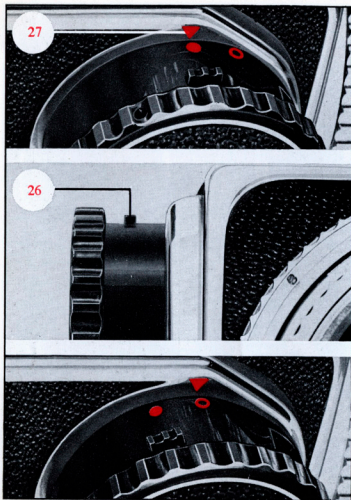

Fig. 19
Le bouton amovible peut être remplacé par un bouton a posemètre ou par une manivelle. Lorsque le bouton est monté sur l'appareil, le point de repère rouge (Fig. 19, en haut) doit coïncider avec le triangle-repère (27). Pour déposer le bouton, repousser le verrou (26) en direction s'éloignant du boîtier tout en tournant le bouton en sens inverse d'horloge. Pour remonter le bouton, le placer de sorte que le cercle-repère rouge coïncide avec le triangle-repère (Fig. 19, en bas), appuyer le bouton contre le boîtier et le tourner en sens d'horloge.